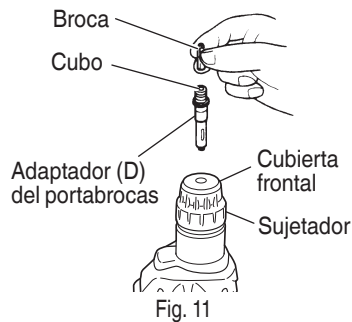

Fig. 11
4. Cuando coloque tornillos para metal (Fig. 11)
- No intente emplear la perforadora de percusión en la función de rotación y golpeteo con el adaptador de portabroca (D) y la broca instalados.
5. Atornillando tornillos para madera (Fig. 11)